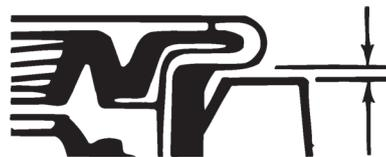

Figura 5.68
- **Se a folga variar mais que 0.254 mm (0.010") entre a maior e a menor medida, remova e reinstale o vedador.** Figura 5.68.